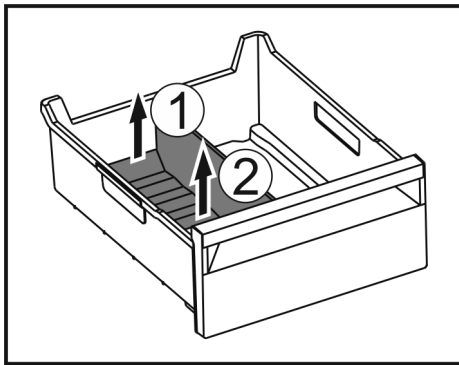

Fig. 147
- ▶ 提升冰格分隔器后部。 Fig. 147 (1)
- ▶ 向上取出冰格分隔器。 Fig. 147 (2)